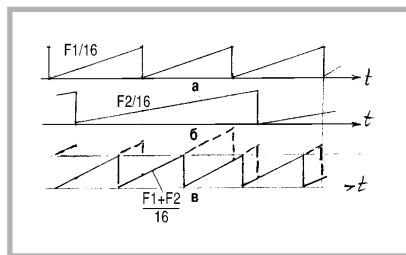

рис. 78
**рис.78,а** показан процесс нарастания цифрового кода в первом счетчике (счет идет от 0 до 15, затем счетчик обнуляется и код нарастает), на **рис.78,б** – процесс нарастания цифрового кода во втором счетчике. Сумма этих кодов показана на **рис.78,в**, при этом полагаем, что результат сумматора формируется на пяти выходах (S1...S4 и выход переноса). Штриховой линией показаны интервалы времени, когда на выходе переноса появляется лог."1". На выходе S4 цифровой код изменяется по линейному закону (сплошная линия на **рис.78,в**), но частота повторения нарастающего кода определяется как суммарная частот F1 и F2, но деленная на 16 (такой коэффициент деления счетчиков DD1). Для получения разности частот необходимо, чтобы один из счетчиков работал в режиме вычитания или вместо сумматора установить вычитатель.